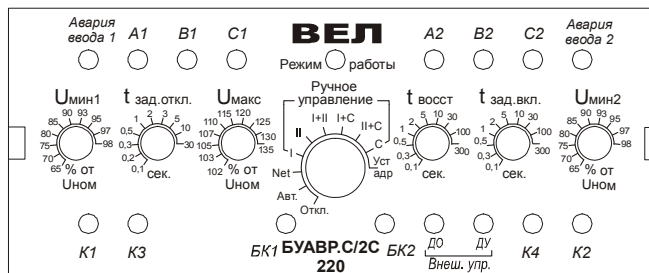

Рис. 2 Расположение органов управления и индикации БУАВР.С
4.5. Расположение органов управления и индикации приведено на рис. 2.
4.6. Переключение режимов работы производится с помощью 10-позиционного переключателя, находящегося на передней панели, рис.2. Для удобства контроля режимов работы БУАВР при запуске и эксплуатации, предусмотрена светодиодная индикация режимов работы с помощью многоцветного светодиода «Режим работы», рис.2. Описание режимов работы БУАВР и соответствие индикации приведены в таблице 2.